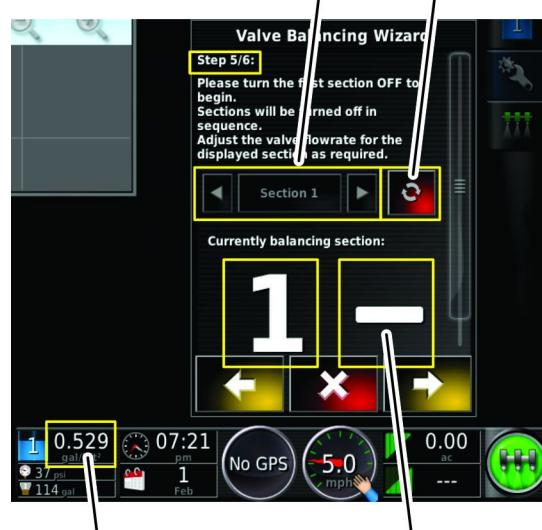

图 145
- 喷洒臂段阀的喷洒率过高 图 145。
- A. 按喷洒臂段打开/关闭图标图 145 以关闭喷洒臂段阀红色。
- A. 按喷洒段打开/关闭图标图 145 以关闭喷洒段阀红色。